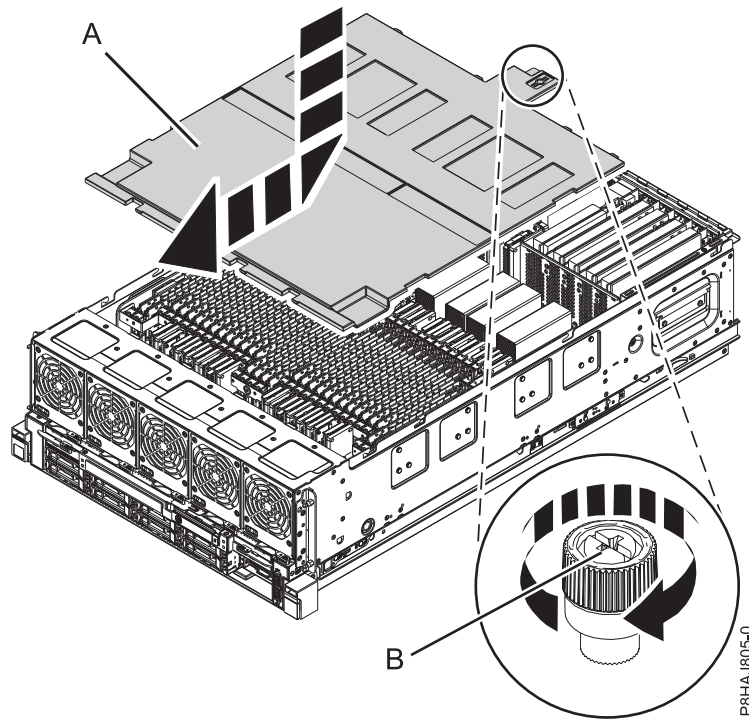

Figure 13. Remise en place du capot de sécurité
2. Poussez le capot de sécurité (A) en direction du châssis.
3. Serrez la vis moletée (B) en la tournant dans la direction illustrée dans figure 13, à la page 35 dans le but de fixer le capot de sécurité au châssis.